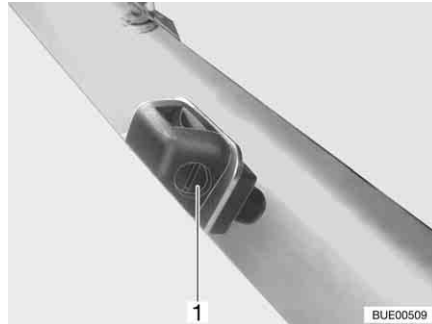

Bild 43 Spolarmunstycke
- Vrid ställskruven (Bild 43,1) med en lämplig skruvmejsel tills önskat läge nås.